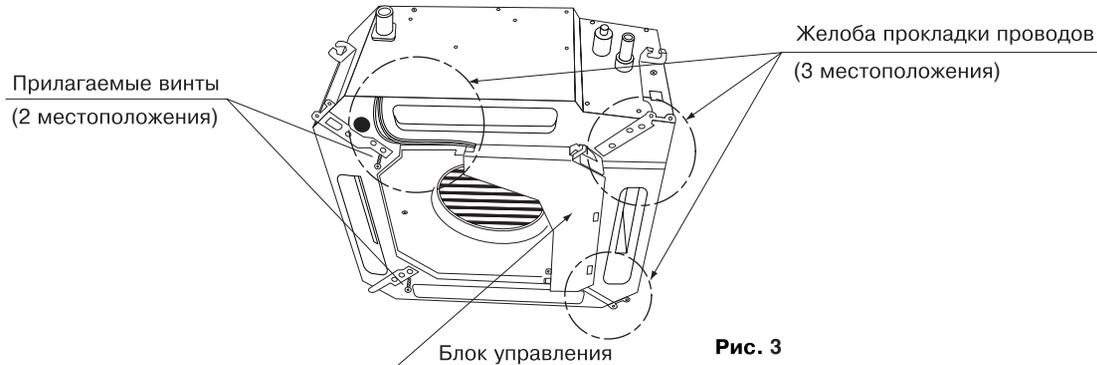

Рис. 3
- 2 Временно верните примерно на 5 мм винты крепления в противоположные стороны блока управления в комнатном блоке. (См. рис. 3)